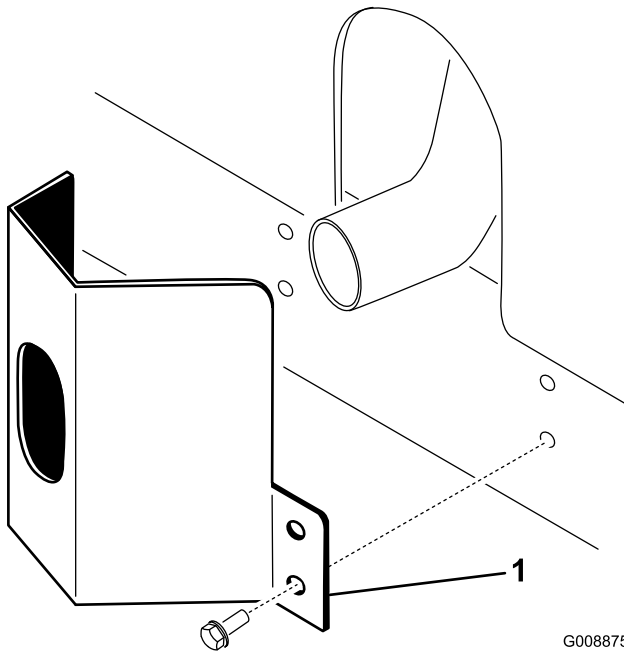

Figura 10
2. Fissate la protezione della marmitta sul telaio con quattro viti autofilettanti (Figura 10).